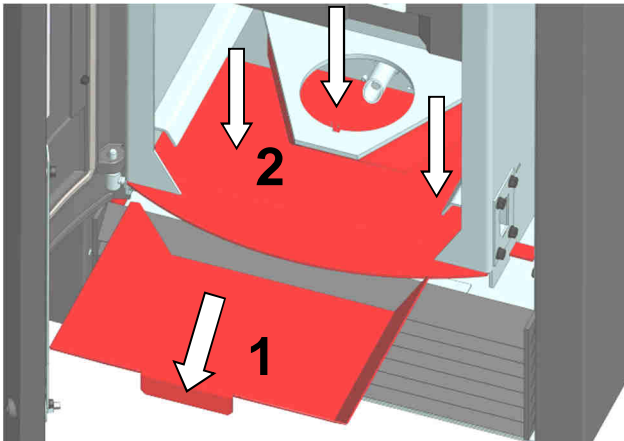

Abb. 68: Reinigung Topfhalter
8. Aschelade herausziehen (Abb. 68 Pos.1). Dann den Feuerraum, Topfhalter, und Bodenblech gründlich aussaugen (Abb. 68 Pos.2).